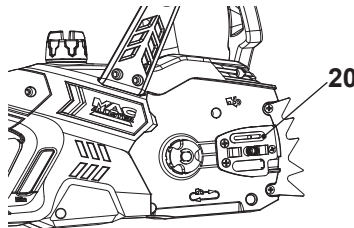

Fig. 39
2. Compruebe el puerto de lubricación (20) por si estuviera atascado, y límpielo si es necesario para garantizar una lubricación adecuada de la espada y la cadena durante el uso de la herramienta. Utilice un alambre blando lo suficientemente pequeño para poder insertarlo en el orificio de descarga de aceite (Fig. 39).